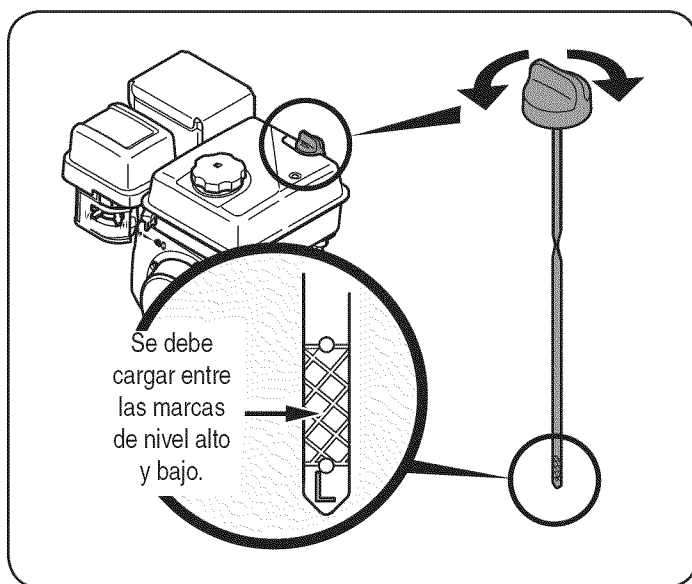

Figura 7
2. Retire el tapón de llenado / varilla de medición y Limpie la varilla. Véase la Figura 7.
4. Retire el tapón de llenado / varilla de medición. El aceite debe estar en la marca "FULL". Si no es así, añadir el aceite poco a poco hasta que la marca "FULL" es alcanzado. Véa la Figura 7.